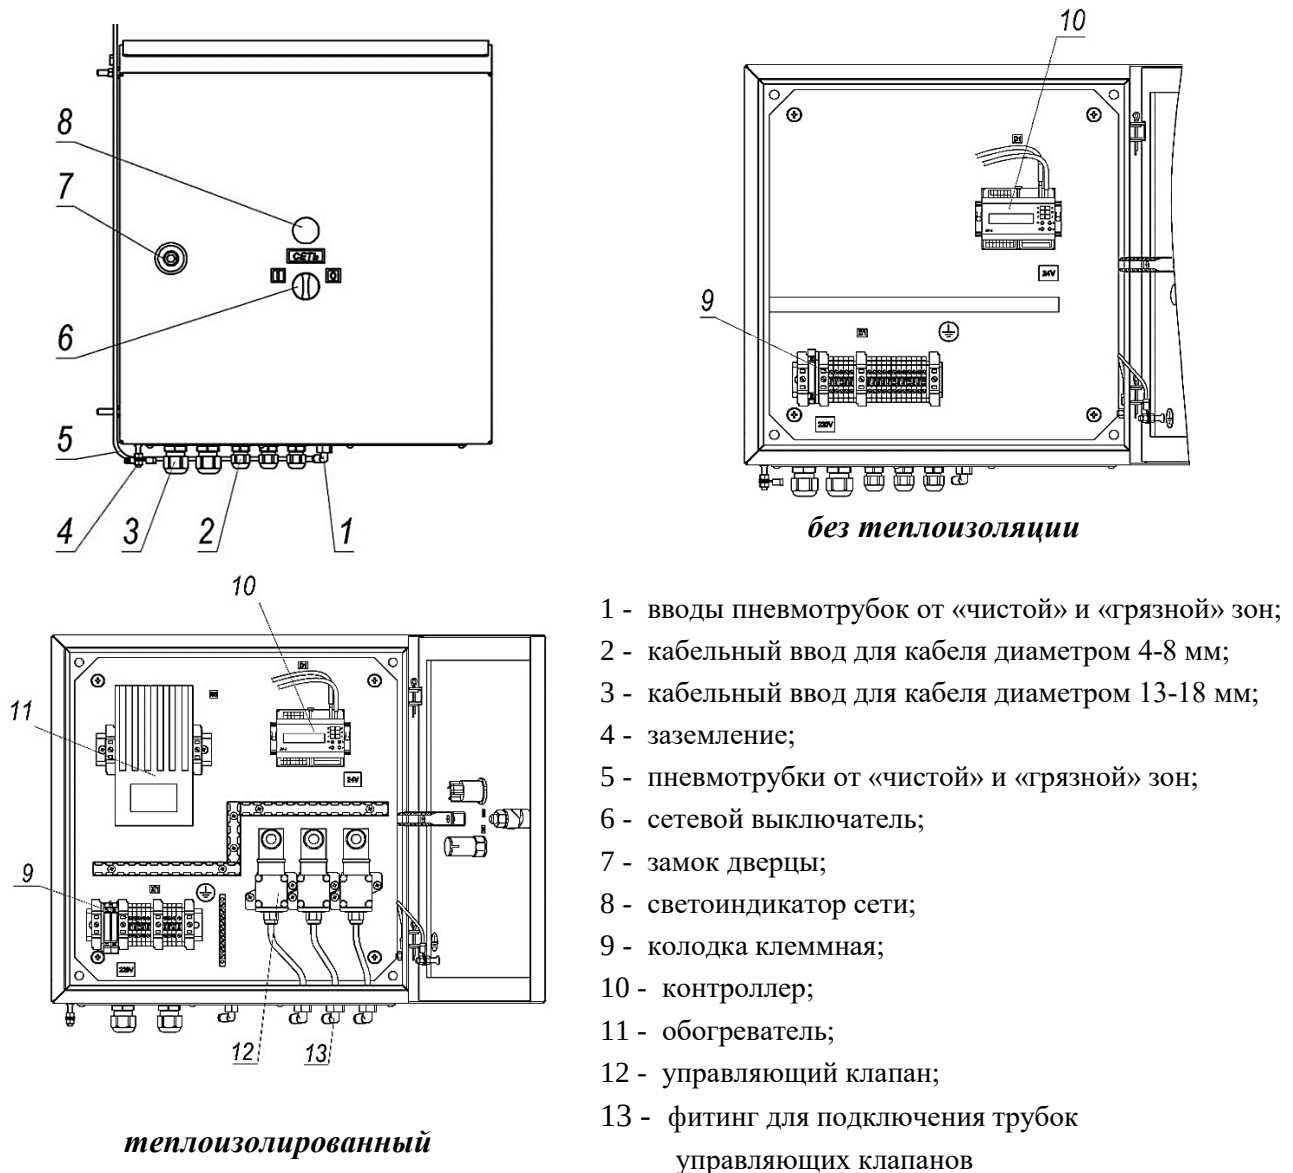

Рисунок 5 — Общий вид ШУ и расположение основных элементов
4.5.3 Включение и выключение ШУ выполняется сетевым выключателем (рисунок 5, поз. 6). Наличие электропитания отображается светоиндикатором сети (рисунок 5, поз. 8): при наличии напряжения индикатор горит зелёным.
4.5.4 Контроллер (рисунок 5, поз. 10) измеряет перепад давления ΔP между зоной неочищенного воздуха и зоной очищенного воздуха по пневмотрубкам (рисунок 5, поз. 5). При достижении заданного значения перепада давления контроллер автоматически запускает цикл регенерации картриджей.